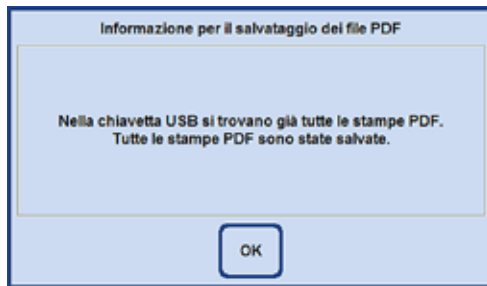

Fig. 122
- Il software dello strumento controlla se sulla chiavetta si trovano tutte le stampe salvate anche nello strumento. In questo caso, il salvataggio non viene eseguito e ciò viene comunicato con un messaggio (fig. 122).